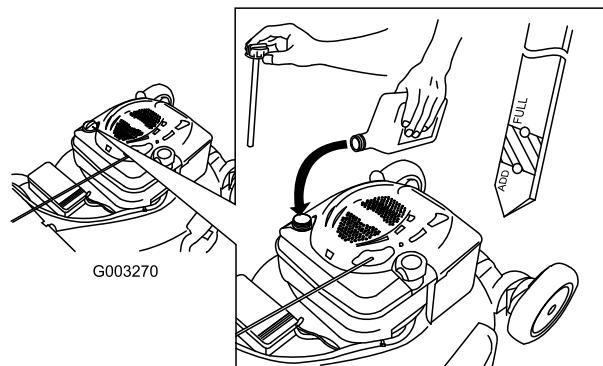

Figure 14
1. Retirez la jauge, essuyez-la sur un chiffon et remettez-la dans le goulot de remplissage (Figure 14).
2. Sortez de nouveau la jauge et contrôlez le niveau d'huile (Figure 14). Si le niveau n'atteint pas le repère minimum (Add) de la jauge, versez **lentement** suffisamment d'huile dans le goulot de remplissage pour faire monter le niveau au repère maximum (Full). **Ne remplissez pas excessivement.** (Remplissage max. : 0,59 l (20 onces), type : huile détergente SAE 30W de classe de service API SF, SG, SH, SJ, SL ou supérieure.)